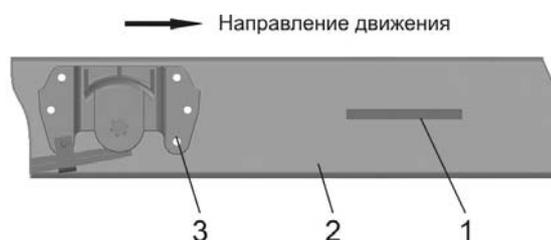

Рис. 1.2. 1 – место нанесения VIN автомобилей и автомобильных шасси с платформой; 2 – лонжерон рамы правый; 3 – передний кронштейн задней рессоры
1.2. Идентификационный номер ТС (VIN) на автомобилях и автомобильных шасси с платформой наносится на правом лонжероне рамы перед передним кронштейном задней рессоры (рис. 1.2).